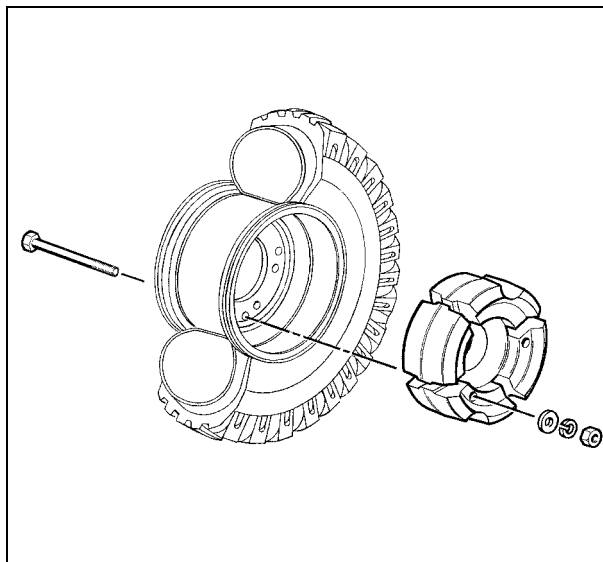
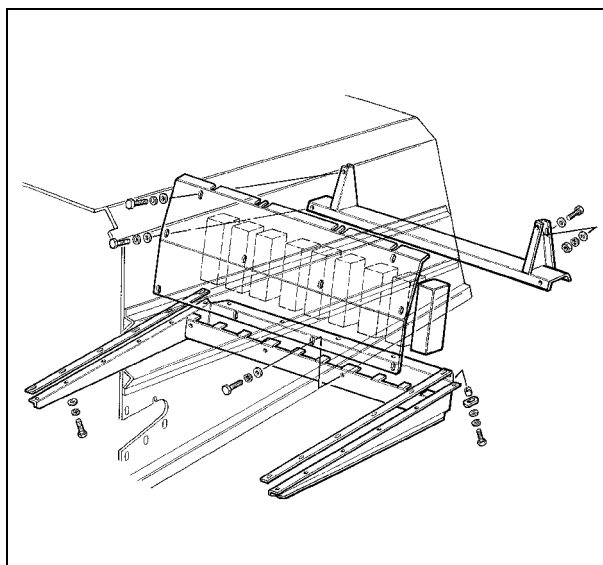

Рис. 16
Рис. 18
### МАССА БАЛЛАСТНЫХ ГРУЗОВ - Рис. 16 – Рис. 18
- Балластные грузы на задние шины (Рис. 16). Балласт круглого типа, прикрепляемый к диску с желобом; может быть отдельным или двойным.
- Балластные грузы на кожухе клавишного соломотряса (Рис. 18), для машин без соломорезки. Это балласт коробчатого типа, который должен устанавливаться внутри соответствующей опоры.